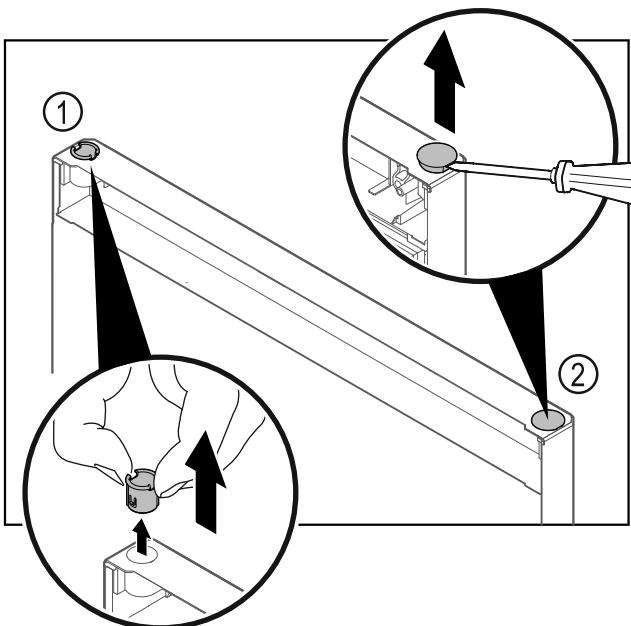

Fig. 24
- Extragăti bucșa balamalei Fig. 24 (1) cu degetele.
- Ridicați dopul de acoperire Fig. 24 (2) cu precauție cu o șurubelnită dreaptă și extrageți-l.